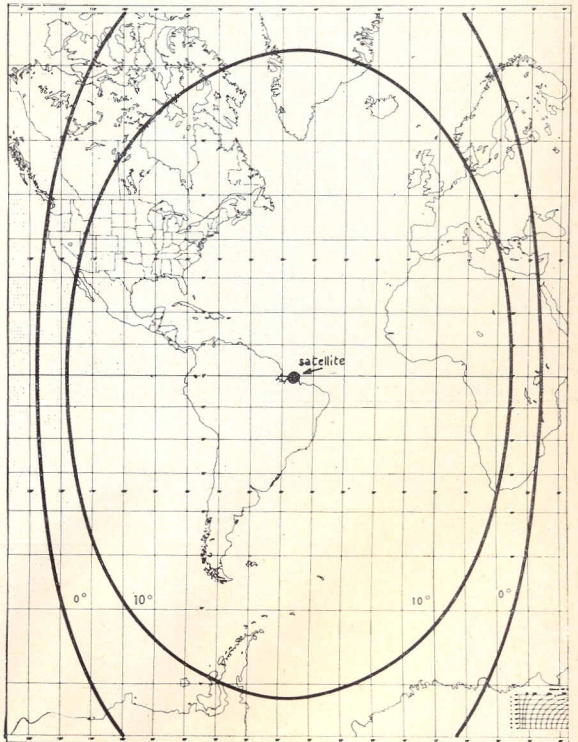

figura 2
- ricevitore BC603 con convertitore a transistor realizzato secondo lo schema di figura 2 a pagina 836 del numero 9/69 della rivista;
La cartina di figura 2 mostra i limiti dell'area attualmente servita da questo satellite il quale si trova quasi sulla verticale della costa nord del Brasile sulle coordinate, rilevate in data 11 dicembre 1969, 46,071° Ovest e 0,521° Sud. Come si può vedere dalla cartina, l'Italia pur rimanendo quasi al limite è comunque contenuta nella sua area di servizio e si possono ottenere ottime ricezioni, specie notturne, orientando l'antenna a 248° sul piano azimutale e 14° di elevazione, con polarizzazione verticale. Le trasmissioni in banda VHF (135,6 MHz) non hanno però carattere permanente se non per periodi molto brevi tanto che la sua ricezione in senso amatoriale può definirsi purtroppo sporadica e spesso casuale.
Oscilloscopio sperimentale da 2 o 3 pollici, pagina 1076 n. 12/69: manca, nello schema generale (figura 2) una resistenza da 270 k $\Omega$  tra la base di Q3 e la linea di tensione (a cui fa capo anche R23, ad esempio).